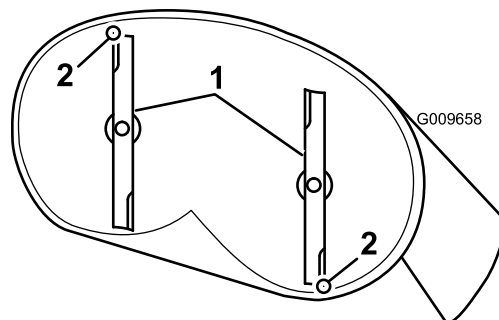

Figura 56
4. Rode cuidadosamente as lâminas para que estejam da frente para trás (Figura 56).
5. Meça da ponta da lâmina da frente até à superfície plana e da ponta da lâmina de trás até à superfície plana (Figura 56). Se a parte da frente da lâmina não estiver 1,6–7,9 mm mais baixa do que a ponta da lâmina de trás, ajuste a porca de bloqueio da frente.
8. Após o ajuste, volte a verificar a inclinação da frente para trás. Continue a ajustar a porca até que a ponta da lâmina da frente esteja 1,6-7,9 mm mais baixa que a ponta da lâmina traseira (Figura 56).